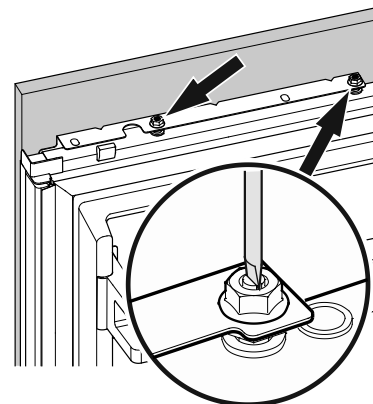

Figure 25
4. Au besoin, aligner le panneau dans sa position verticale. Desserrer les écrous hexagonaux et tourner les boulons d'ajustement en utilisant un tournevis pour vis à fente (**Figure 25**).